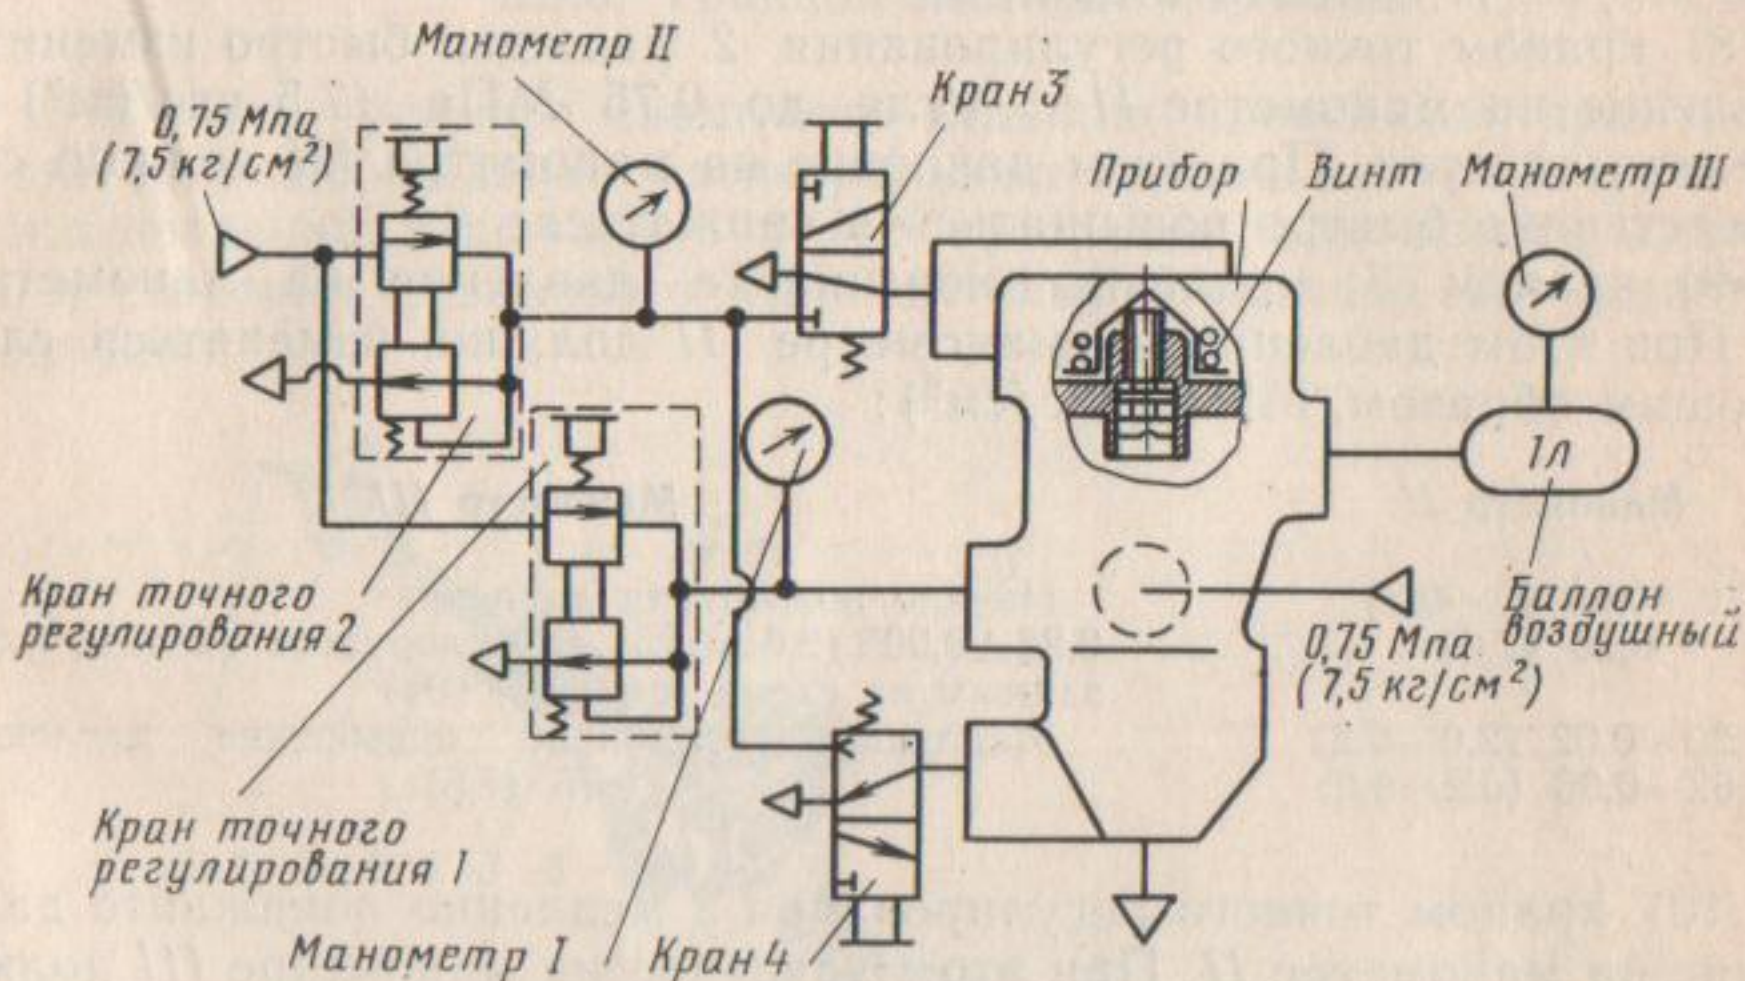

Рис. 104. Схема проверки клапана управления тормозами прицепа с двухпроводным приводом
1) подключите прибор по схеме (рис. 104);
0,26±0,005 (2,6±0,05). Регулируется винтом, указанным на схеме (см. рис. 104).